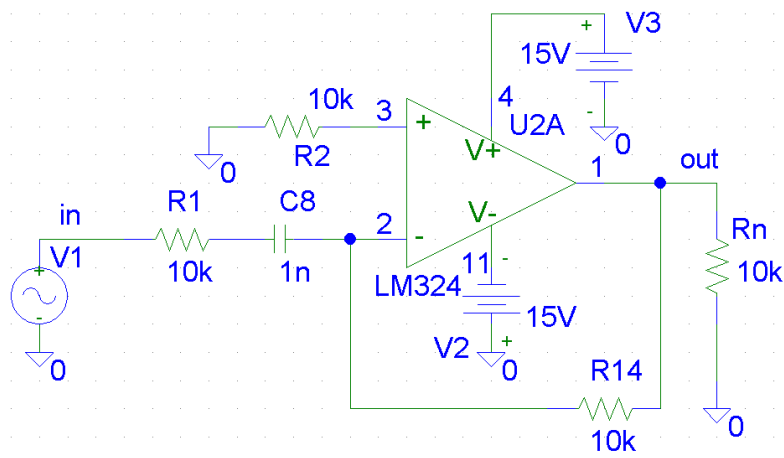

Рис. 2.10. Схема диференціюючого підсилювача
2.Зібрати схему диференціюючого підсилювача.(рис. 2.10) із заданим значенням постійної диференціювання  $\tau_3 = R_1 C_1$ .